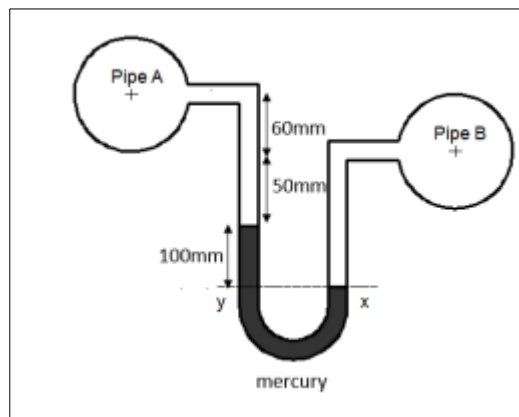

Figure 4(a) / Rajah 4(a)
- CLO2 (a) A differential connected at the two pipe A and B at the same level in a pipe containing an oil of specific gravity 0.8, shows a difference in mercury levels as 100 mm. Based on Figure 4(a), express the difference in pressure at the two pipes. *Satu pembeza yang disambungkan pada dua paip A dan B pada aras yang sama dalam paip yang mengandungi minyak graviti tentu 0.8, menunjukkan perbezaan paras merkuri sebanyak 100 mm. Berdasarkan Rajah 4(a), tentukan perbezaan tekanan pada kedua-dua paip.*